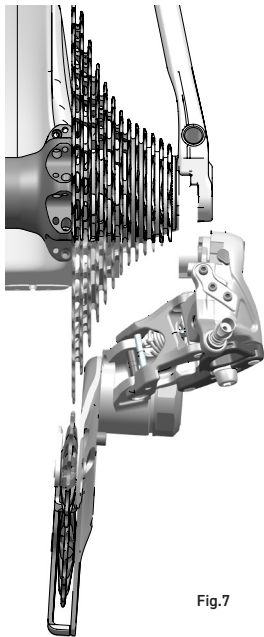

Fig.7
- posizionando il cambio sul pignone più grande, osservandolo dalla parte posteriore, si nota che il bilanciere presenta la parte inferiore che si avvicina eccessivamente ai raggi della ruota poiché il forcellino attacco cambio si è probabilmente piegato (Fig. 7).